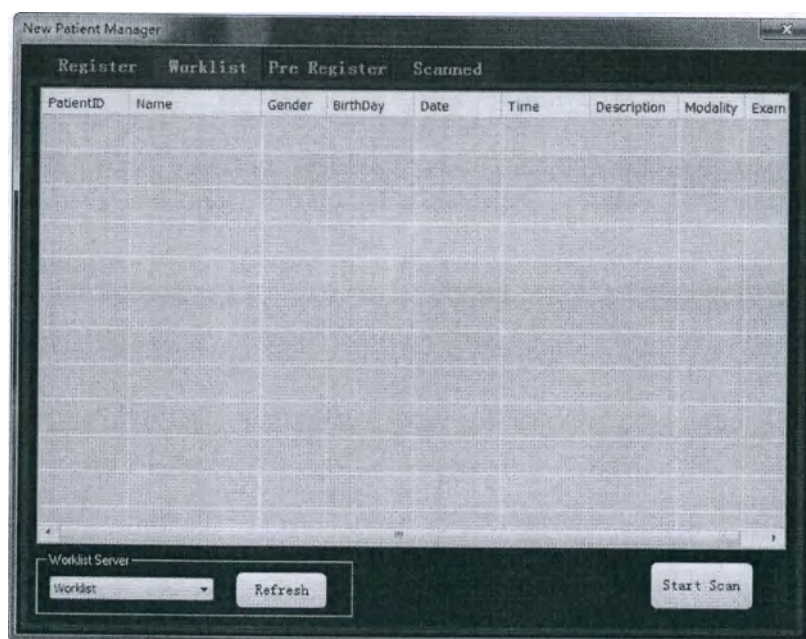

Рисунок 43 Окно поиска зарегистрированных пациентов
2. В поле [Сервер рабочего списка] [Worklist Server] выберите базу данных, нажмите кнопку [Обновить] [Refresh] и ниже отобразится информация зарегистрированных пациентов (см. рис. 43).